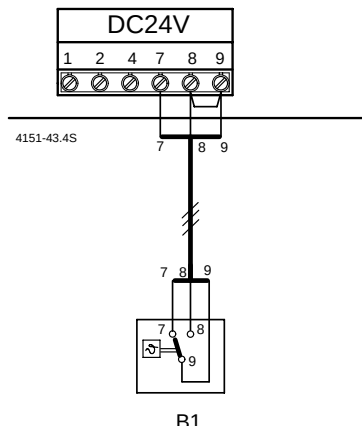

Bild 16
- Speicherschalteinsatz SE 8 (B1), Best. Nr. 7 719 001 172 verwenden, Bild 16.